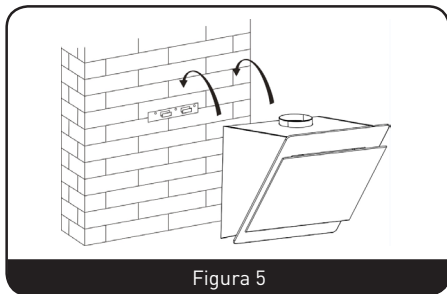

Figura 5
- Levante la campana extractora y cuélguela de los ganchos presentes en el soporte mural. (Figura 5)